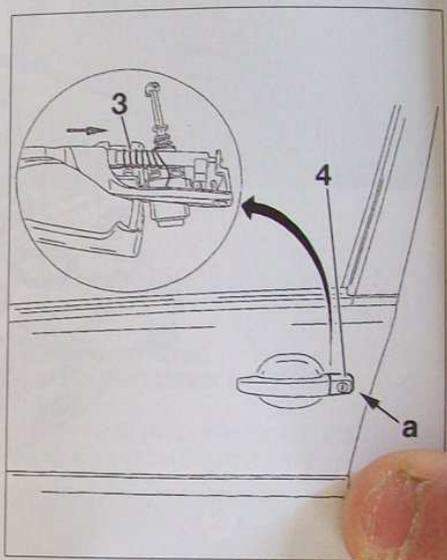

FIG.38
- De l'intérieur, Décliper le ressort (3) (Fig.38).
- Décliper l'enjoliveur de barillet (4) en (a).